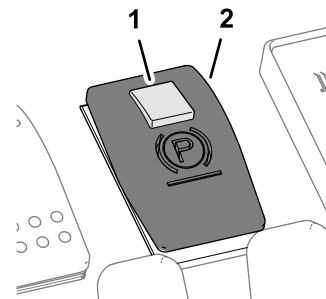

Figure 6
- Pour serrer le frein de stationnement, poussez en arrière le petit bouton de verrouillage au sommet de la commande et appuyez sur l'avant de la commande (Figure 6).